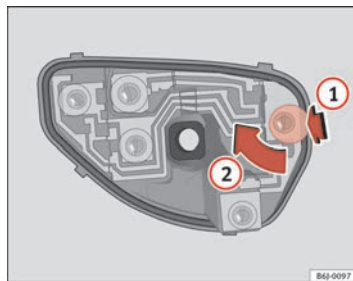

Abb. 148 Glühlampenersatz Rückleuchten
- Nach dem Abnehmen des Lampenträgers drücken Sie in Richtung des Pfeils **①** und drehen gleichzeitig in Richtung des Pfeils **②** ⇒ Seite 238, Abb. 148. ■